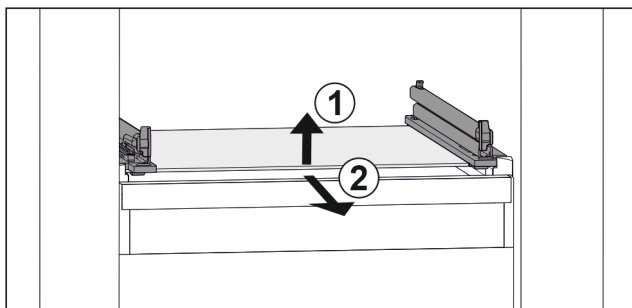

Fig. 27 Eksempel på fremstilling av glassplaten
- Løft opp glassplaten foran. Fig. 27 (1)
- Ta ut glassplaten fremover. Fig. 27 (2)